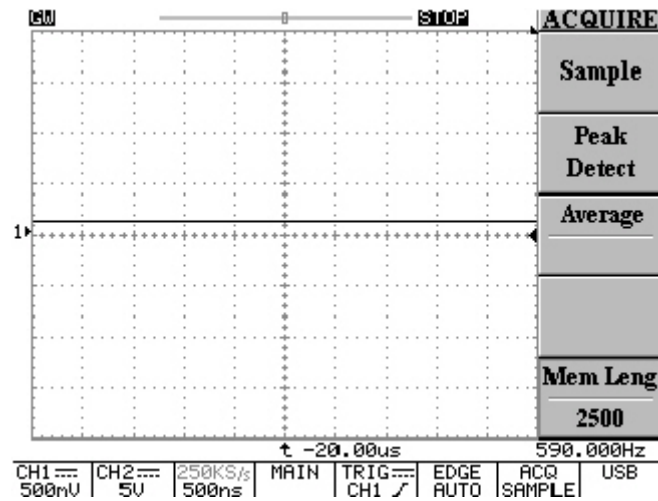

Figure 5-11: le facteur maximum de ZOOM pour 250kEch/s sera de "500ns/s"
(2): Quand la polarité négative est choisie, le déclenchement aura lieu sur la haute à la basse transition de l'impulsion si l'état de comparaison est atteint. Voir figure 5-11